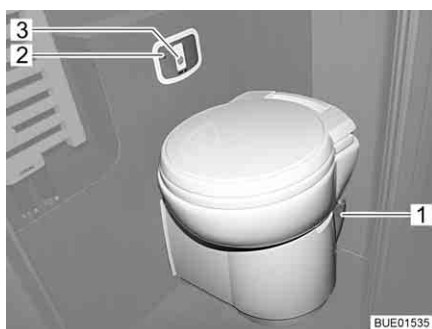

Fig. 255 Risciacquo della toilette
- Aprire il cursore. A tal fine girare la leva del cursore (Fig. 255,1) in senso antiorario.
- Tirare l'acqua della toilette. Premere il tasto di risciacquo (Fig. 255,3).
- ▷ Quando la cassetta deve essere svuotata, si accende il simbolo "Cassetta piena" (Fig. 255,2).